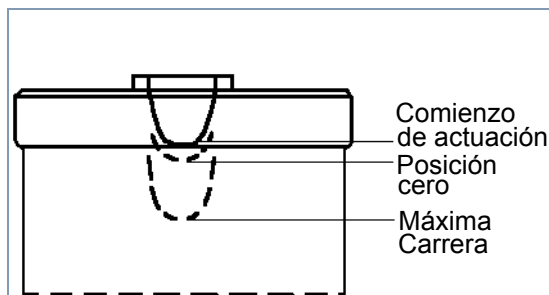

Fig. 4 Posición cero
- Detectar posición cero (comienzo de presión) mediante un accionamiento suave del émbolo (véase fig. 4).